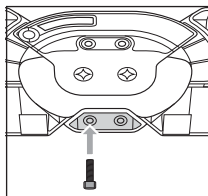

Fig. 3
- ◆ Enrosque un tornillo **9** con la llave Allen **11** en la tuerca de fijación **10** y apriételo (consulte la fig. 3).